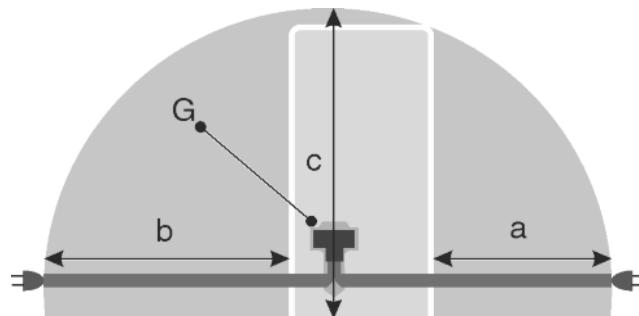

Fig. 24
- Розетка находится вне зоны задней стенки в данной зоне. Fig. 24 (a, b, c)
- Штекер устройства Fig. 24 (G) подсоединить с задней стороны устройства. Следить за правильной фиксацией.